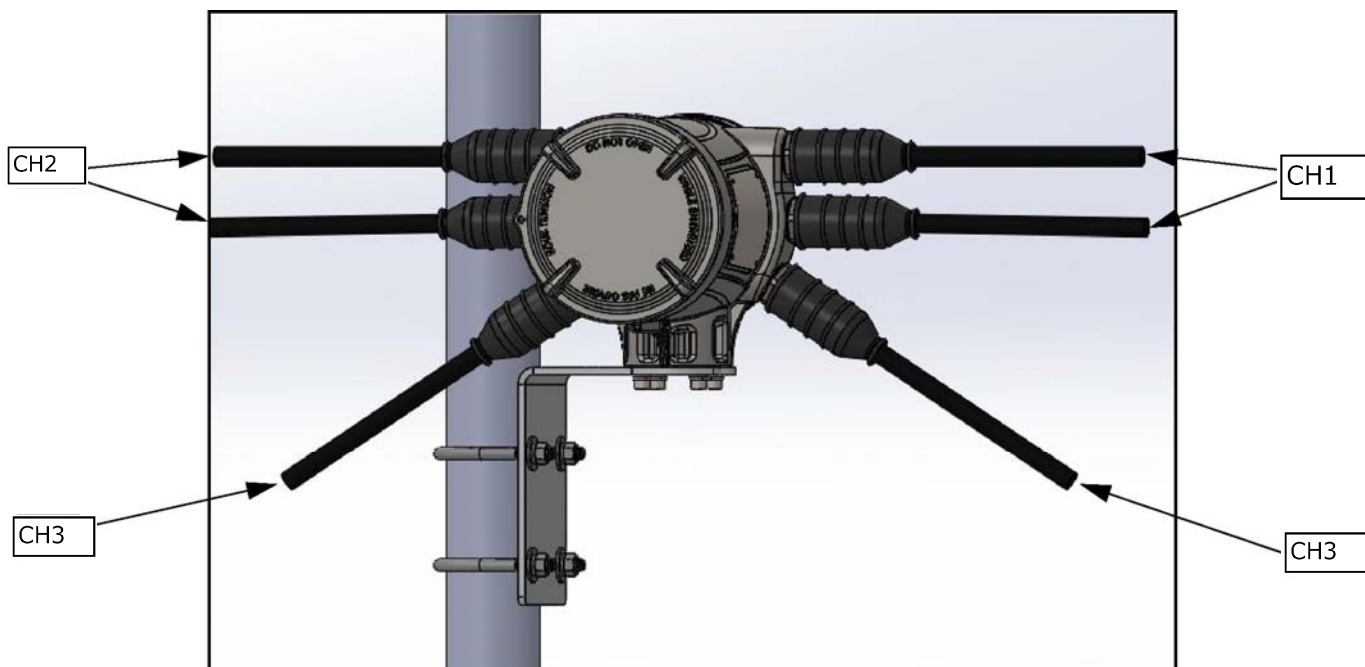

図 45: XMT1000、3 チャンネル端子箱
2. トランスデューサケーブルの一端を 3 チャンネルジャンクションボックスにねじ込みます (図 45)。
(図 45 のケーブルの位置は参照用です。トランスデューサケーブルは任意の方向に配置できます。)